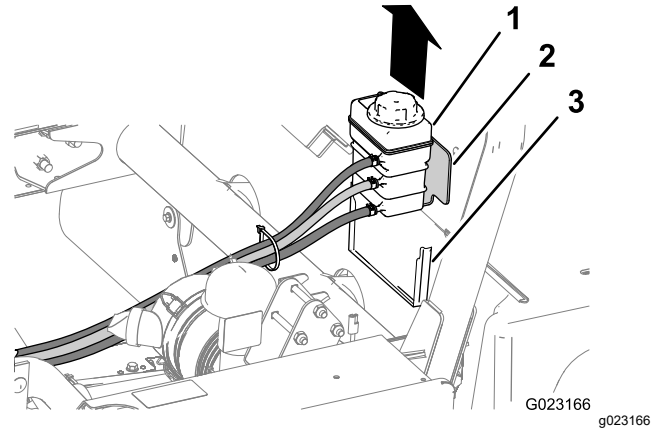

Figura 8
1. Levante el depósito de refrigerante y retírelo del alojamiento de la parte trasera de la moldura del asiento (Figura 8).